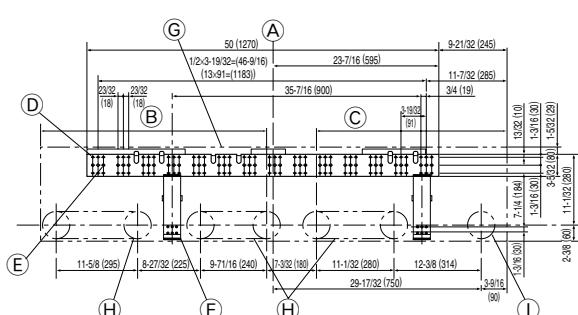

Fig. 3-6
- (X) Introducir la escala
- (Y) Centro del agujero
- (Z) Alinear la escala con la línea
■ PKFY-P18/P24/P30NFMU-E (Fig. 3-6)